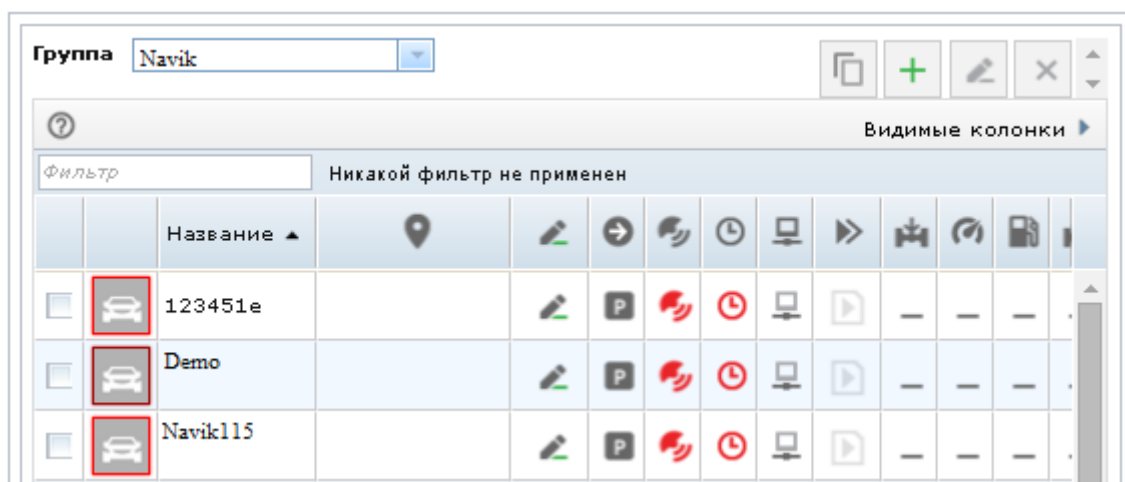

Рис. 5.7. Пример отображения объектов
4. После завершения настройки нажать «Сохранить». Трекер появится в списке устройств на рабочей панели «Объекты» в выбранной группе (рисунок 5.7).